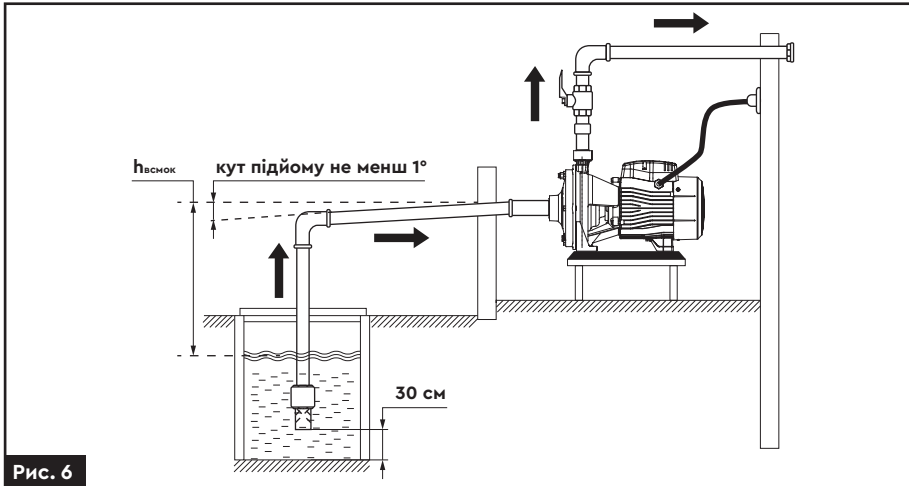

Рис. 6
- Для запобігання потрапляння піску і каміння в насосну частину, встановіть зворотний клапан з фільтром грубого очищення, вертикально на відстані 30 см від дна водного резервуару (**рис. 6**).
- Необхідно забезпечити безперервний кут підйому труби від джерела водозабору до насоса (не менше 1°) для виключення скупчення повітря та утворення повітряних пробок (**рис. 6**).